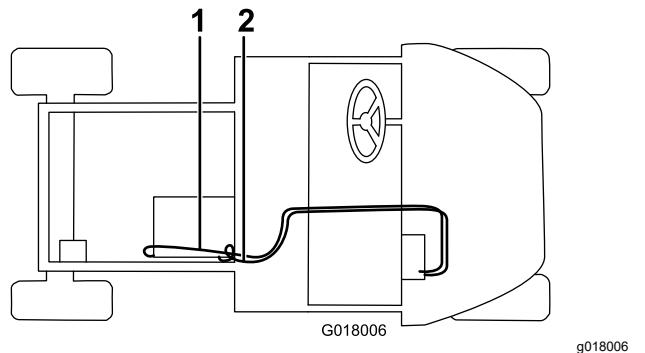

Figure 34
5. Raccordez le flexible long à la vanne de chauffage avec un collier, et faites-le passer par le trou dans la base du siège, le trou dans le cadre du plateau et fixez-le au raccord droit avec un collier (Figure 34). Coupez l'excédent de flexible à la taille voulue.
6. Branchez le flexible court au raccord en T blanc à l'aide d'un collier, puis faites-le passer dans le collier en R de la boîte à gants, dans le trou de la base du siège et branchez-le au raccord en T du flexible inférieur de radiateur avec un collier de serrage (Figure 34). Coupez l'excédent de flexible à la taille voulue.